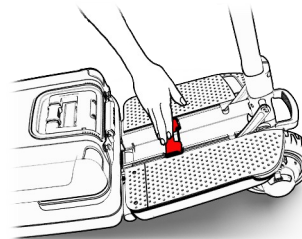

Figura 11
- Coloque el mango en su lugar designado (vea la Figura 11).